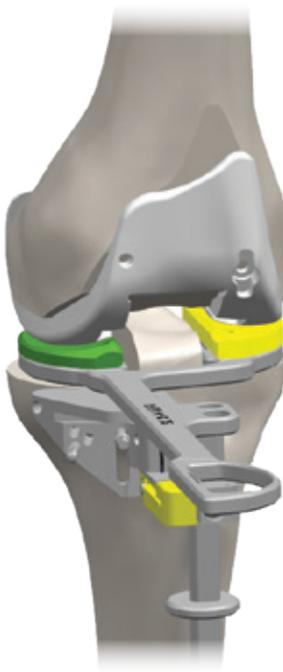

Figura 33
- 1 Selezionare l'opzione di inserto di prova completa che ha fornito un equilibrio mediale ottimale. Misurare e assicurare 1-2 mm di allentamento nell'estensione mediale e laterale (Figura 33).